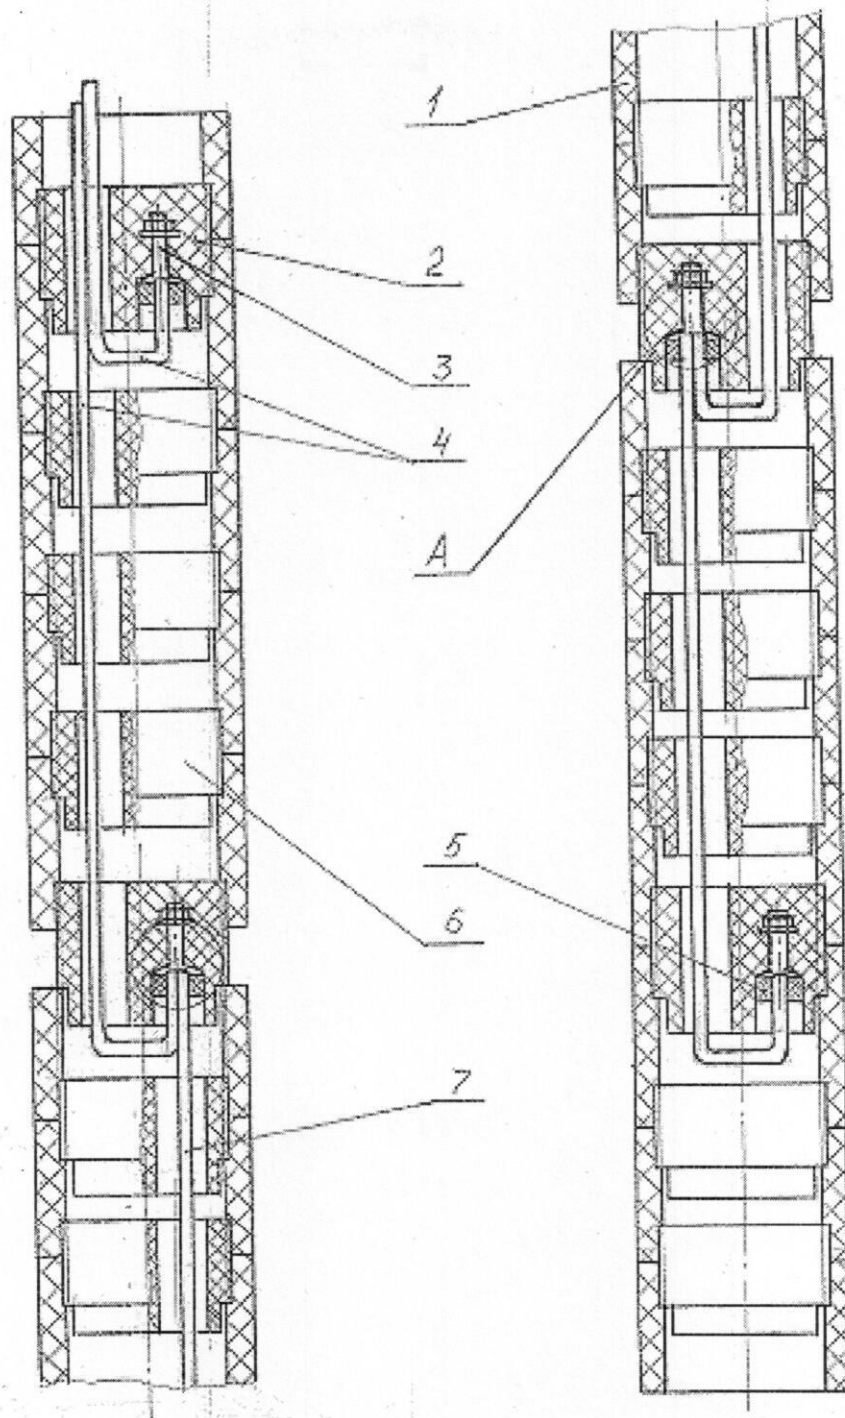

Рис.5. Конструкция заземлителя длиной до 100 м
3.6. Вертикальный заземлитель длиной более 30 м представлен на рис.5 и отличается от заземлителя длиной до 30 м тем, что все активные соединители-токовводы, за исключением верхнего, электрически соединены последовательно с помощью разгрузочных активных соединителей-токовводов, соединяемых с питающим проводом в процессе монтажа заземлителя у устья скважины (соединение А).